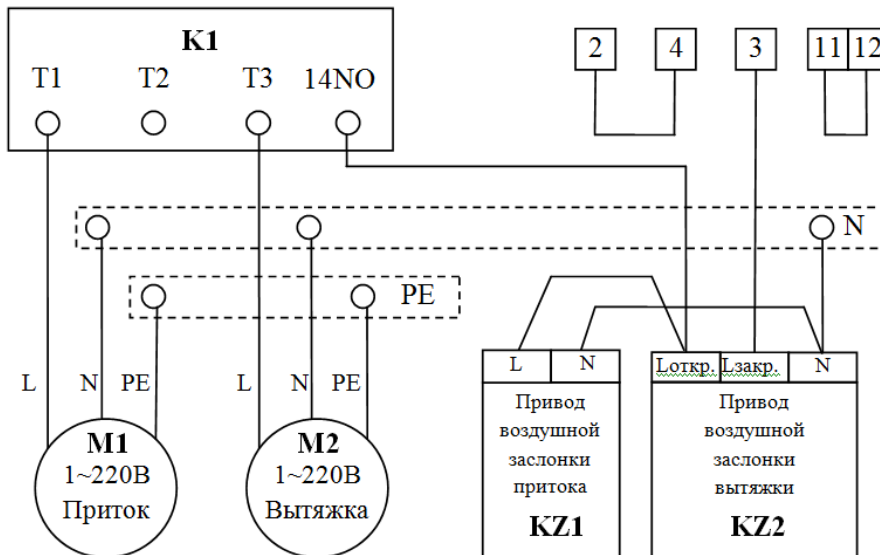

Рис. 4
Два однофазных двигателя с прямым пуском (приточный и вытяжной вентиляторы). См. Рис. 4, также см. Приложение 1.
- Привод воздушной заслонки вытяжки подключить к клемме NO контактора K1 (фазный провод на «открытие» заслонки), к клемме 3 клеммника X1 (фазный провод на «закрытие» заслонки), и к шине «ноль» N (нулевой провод), Рис. 4. Также см. Приложение 1.
- Клеммы привода воздушной заслонки притока подключить к одноименным клеммам воздушной заслонки вытяжки, Рис. 4. Также см. Приложение 1.
- При прямом подключении двух однофазных двигателей (приточного и вытяжного вентиляторов), (см. Рис. 4, также см. Приложение 1), кабель питания привода воздушной заслонки вытяжки (Lоткр., Lзакр., N) подключить: